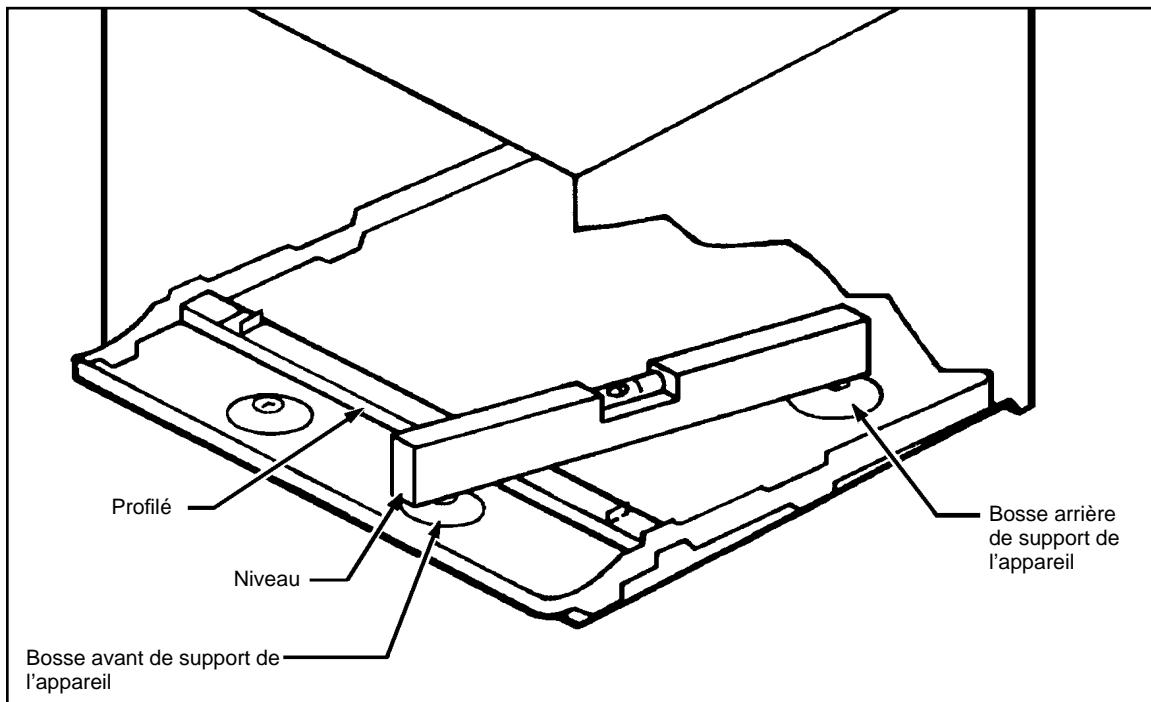

Figure 9
ÉTAPE 4 Il faut installer l'enveloppe WSC avec une légère pente vers l'extérieur du bâtiment. Mettre le niveau pour qu'il repose sur les bosses avant et arrière de support de l'appareil, comme montré sur la Figure 9. La pente ne doit pas dépasser un demi-bulle.